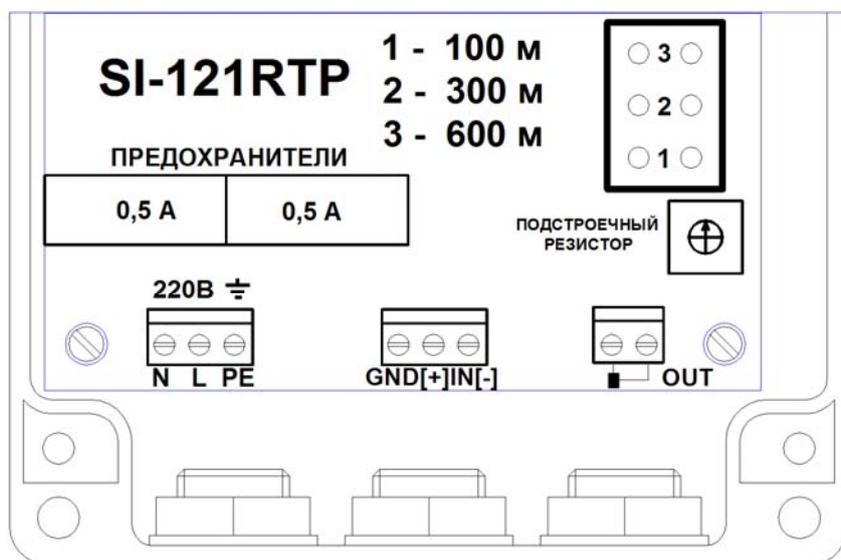

Рис.2
5.9. Для подключения приёмника к электросети рекомендуется использовать трёхжильный кабель ПВС 3x0,75 (одна из жил используется для заземления приёмника). Схема грозозащиты приёмника будет эффективно работать только при наличии заземления. На печатной плате приёмника установлены два предохранителя 0,5А для защиты от перенапряжений по электросети (рис. 2).
5.10. Для регулировки АЧХ приёмника на печатной плате установлены три коммутационные переключки и подстроечный резистор (рис. 2). Положение 1 соответствует расстоянию до 100 м, положение 2 – до 300 м, положение 3 – до 600 м кабеля ТППЭПх0,5.